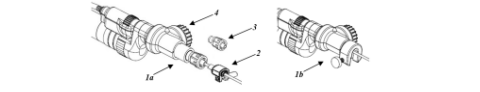

Figura 1
1. Se si sta utilizzando un manipolo del canale in funzione (**Figura 1**), è stato aggiunto un meccanismo di controllo della profondità con raccordo luer (**1a**) o un attacco MINOP esclusivo (**1b**) per l'interfaccia con gli endoscopi.
- a. Per alcuni manipoli (ad es. LOTTA, Little LOTTA e PAEDSCOPE), il meccanismo di controllo della profondità con raccordo luer (**1a**) necessita di un adattatore unico (2) per il collegamento agli endoscopi. Inoltre, per i manipoli destinati a interfacciarsi con un endoscopio OI, è fornito un adattatore luer (3) per controllare la profondità in base al canale da utilizzare.